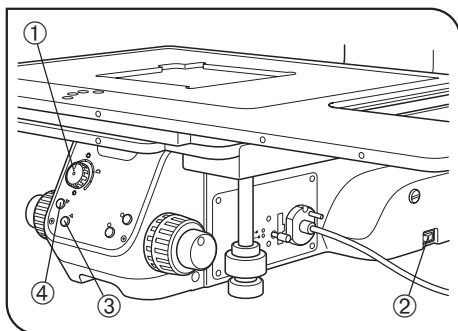

Abb. 3
1 Regulieren der Helligkeit des Auflichts (Abb. 3)
2 Objektivwechsel (Abb. 3 & 4)
Wird die Objektivwahlknopf ③ auf der vorderen Bedienkonsole des Mikroskops gedrückt, dreht sich der Objektivrevolver um eine Stufe in Richtung ►. Um den Objektivrevolver in die Gegenrichtung ◀ zu drehen, die andere Wahlknopf ④ drücken. (Abb. 3)